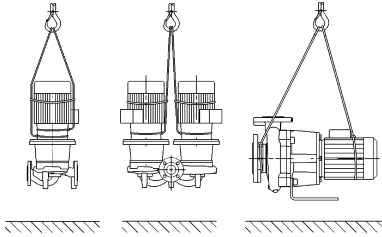

Fig. 7: Транспортировка насоса
- Проушины для транспортировки на электродвигателе служат только для задания направления при захвате груза (Fig. 7).